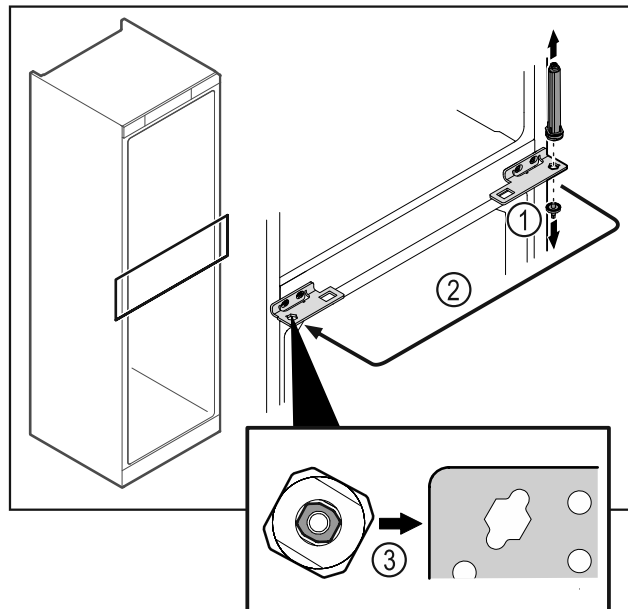

Fig. 44
- Skruva av gångjärnsbulten Fig. 44 (1).
- Flytta låssystemet Fig. 44 (2).
- Kontrollera att dörlåssystemet Fig. 44 (3) är korrekt inriktat vid insättning.